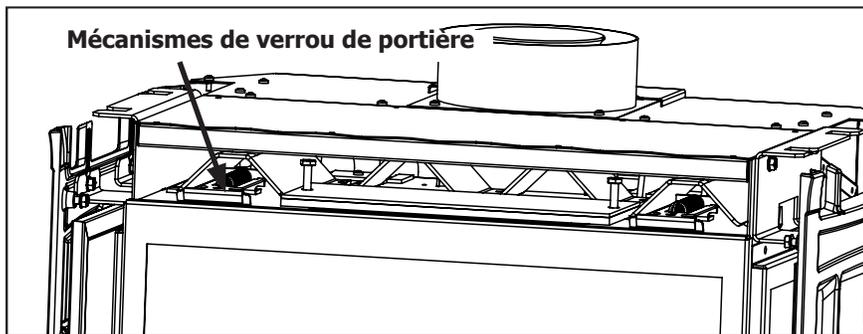
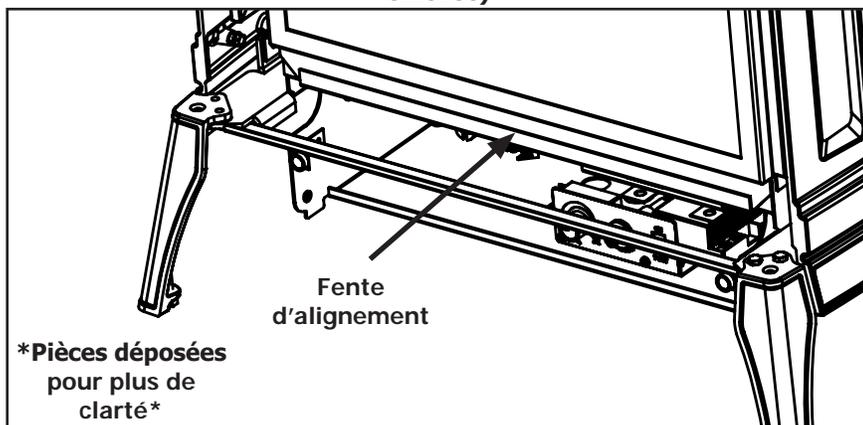

Figure 22. Loquets de la porte de verre (avant de l'armoire avec le haut enlevé)
Figure 23. Fente d'alignement inférieur de porte en verre.
Afin d'installer les bûches, et pour le nettoyage régulier, la porte en verre doit être retiré. Le cabinet doit d'abord être déposé avant, comme décrit dans la section ci-dessus, avant d'accéder aux loquets de portière. Il existe deux (2) mécanismes de loquet de porte sur la porte vitrée supérieure comme illustré à la figure 22. Chaque loquet peut être tiré en ligne droite et jusqu'à la main. Lorsque la partie supérieure, le décroché des loquets porte peut être levé hors de la fente d'alignement en bas de la Firebox, illustré à la Figure 23.